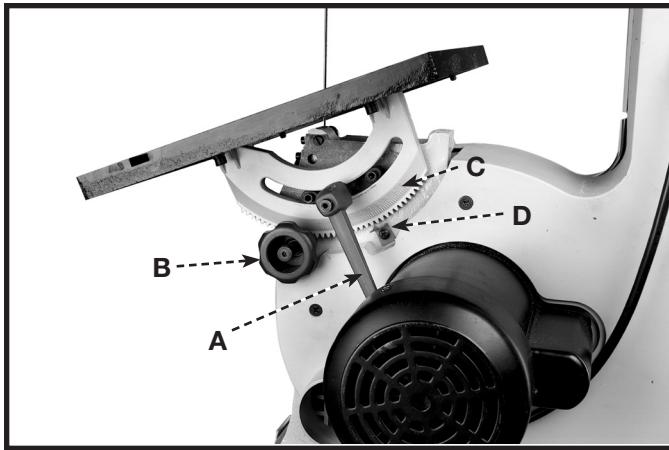

Fig. 31
**IMPORTANT:** Lorsque l'outil est inutilisé, l'interrupteur doit être verrouillé en position d'arrêt afin d'empêcher toute utilisation non autorisée. Utiliser un cadenas (C) fig. 31, avec une boucle de 11,11 mm (3/16 po) de diamètre.
La table peut être inclinée de 45 degrés vers la droite. Pour incliner la table, desserrer la poignée de verrouillage (A) fig. 31, et tourner le bouton (B) en sens horaire jusqu'à l'angle voulue. Puis serrer la poignée de verrouillage (A). **REMARQUE** : la poignée de verrouillage de la table (A) se replace en sortant la poignée et en la replaçant sur l'écrou qui se trouve sous le moyeu de la poignée. Une échelle (C) et un pointeur (D) sont fournis pour indiquer l'angle d'inclinaison.